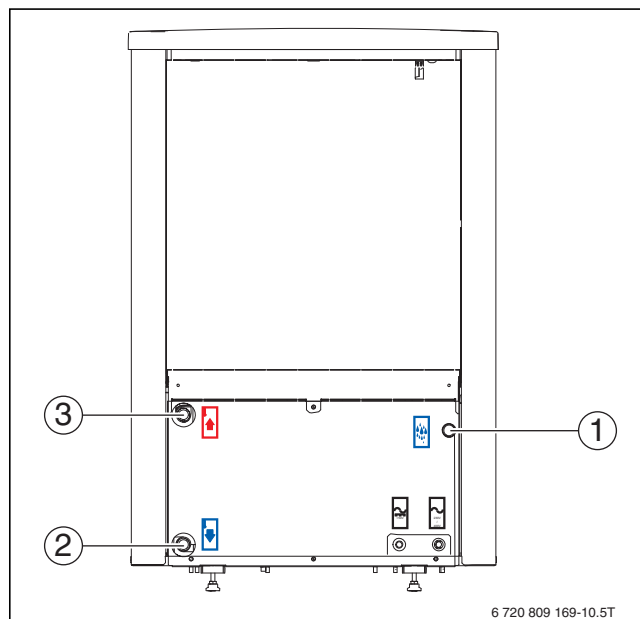

Рис. 14 Подключение теплового насоса. Одинаковое у всех типоразмеров.
- ▶ Установите непосредственно на теплообменнике в обратной линии к тепловому насосу фильтр, пригодный для работы на открытом воздухе (→ [2], рис. 14).
- ▶ Подсоедините трубу от входа первичного контура к внутреннему блоку теплового насоса (→ [2], рис. 14).
- ▶ Подсоедините трубу от выхода первичного контура к внутреннему блоку теплового насоса (→ [3], рис. 14).